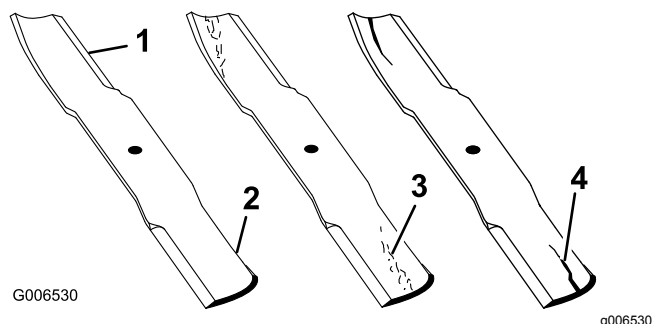

Figura 70
2. Controllate i taglienti (Figura 70).
4. Controllate le lame, in particolare l'area curva (Figura 70).
5. In caso di danni, usura o scanalature in questa zona (Figura 70), montate immediatamente una nuova lama.